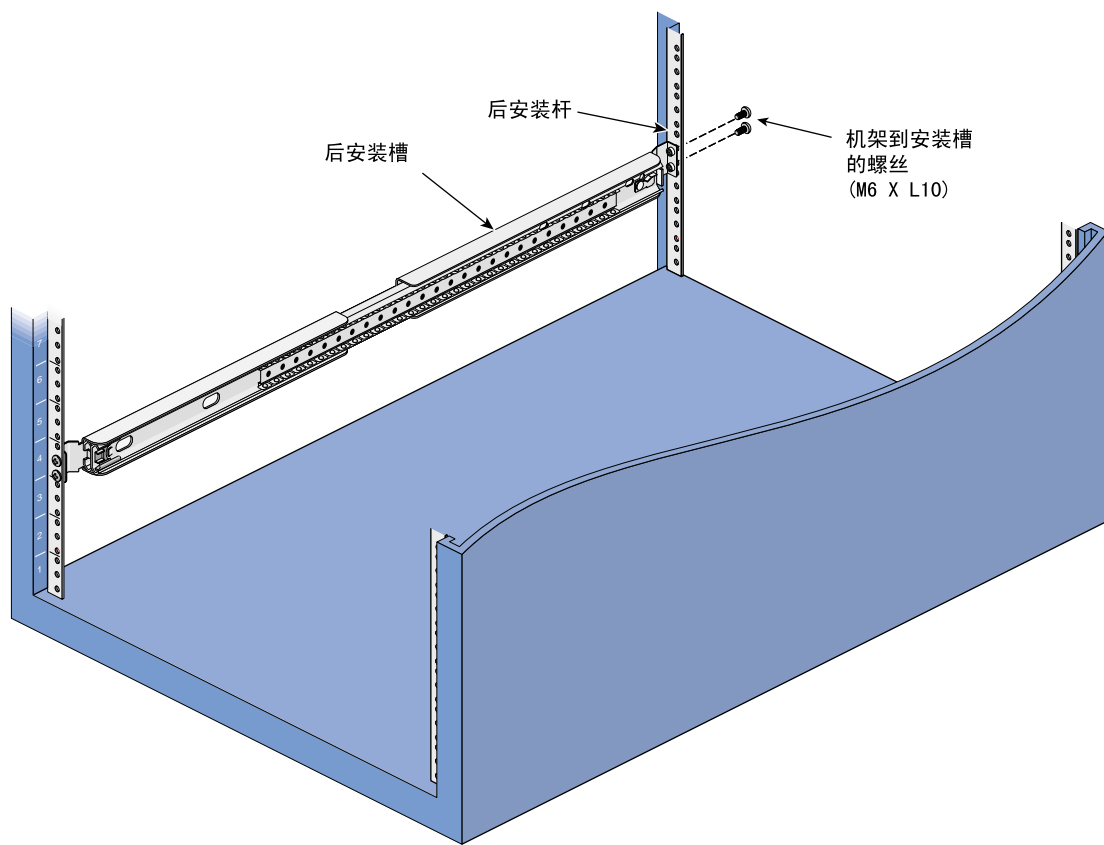

图2-6 将滑槽安装槽固定到后机架杆上
4. 用两个M6xL10螺丝将安装槽固定到机架杆上(见图2-6)。